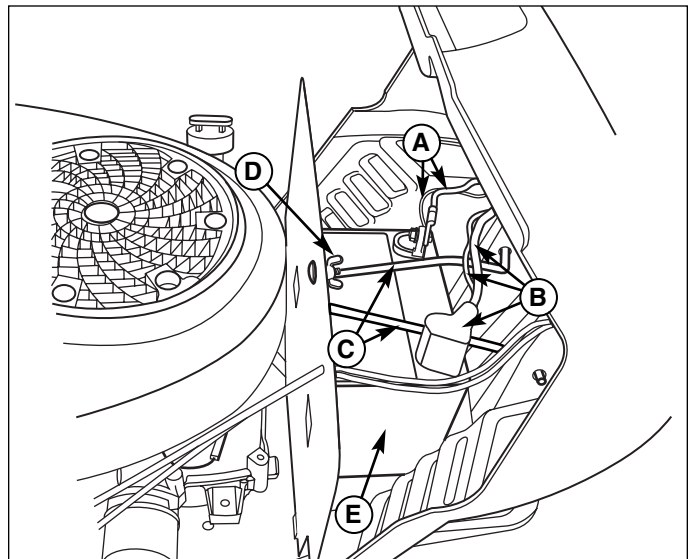

Figure 13. Entretien de la batterie
1. Débrancher les câbles de la batterie, le câbles négatifs en premier (A, Figure 13) puis le cache et les câbles positifs (B).
2. Desserrer l'écrou à ailettes et la rondelle (D).
3. Relever la tige de maintien (C) pour la dégager de la batterie. La bloquer sur la colonne de direction.
4. Déposer la batterie (E).
7. Remettre la batterie (E) en place dans son logement. La fixer avec la tige de maintien (C) et l'écrou à ailettes et la rondelle (D).
8. Rebrancher les câbles de batterie, les câbles positifs et le cache (B) en premier, puis les câbles négatifs (A).